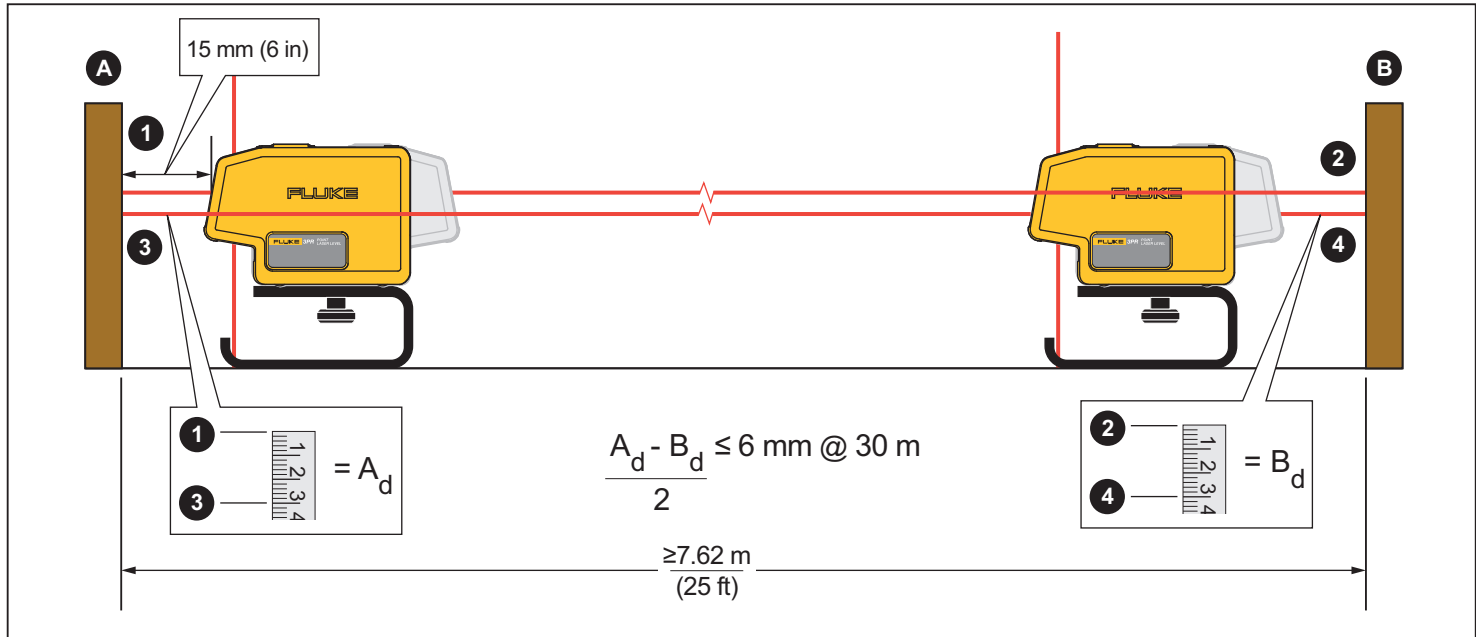

Abbildung 5. Niveaugenauigkeit
1. Eine beinahe waagerechte Fläche, vorzugsweise eine Betonplatte mit einer Seitenlänge von  $\geq 7,62$  m (25 ft), und zwei gegenüberliegende Wände, die als Messobjekte verwendet werden können, suchen. Es kann auch Restholz als Messobjekt verwendet werden. Siehe Abbildung 5.